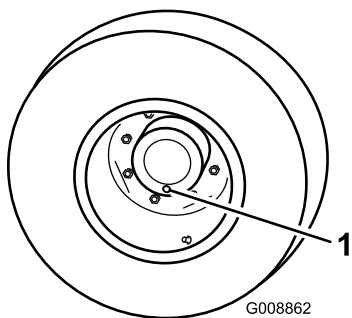

Figura 89
1. Con la macchina parcheggiata su una superficie piana, posizionate la ruota in modo che i tappi di controllo si trovino nella posizione inferiore (ore sei) (Figura 89).